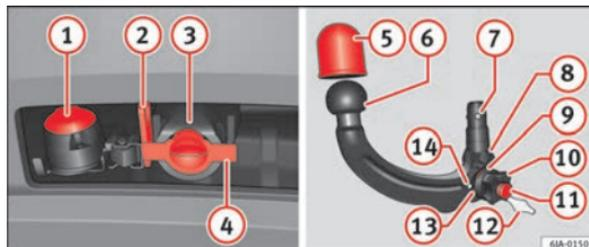

Fig. 114 Soporte del dispositivo de enganche para remolque / barra de cabeza esférica
Leyenda de la ⇒ fig. 114
- Retire el tapón del orificio del casquillo de sujeción (4) ⇒ fig. 114 tirando hacia abajo.
- Coloque el tapón del orificio del casquillo de sujeción (4) ⇒ fig. 114.